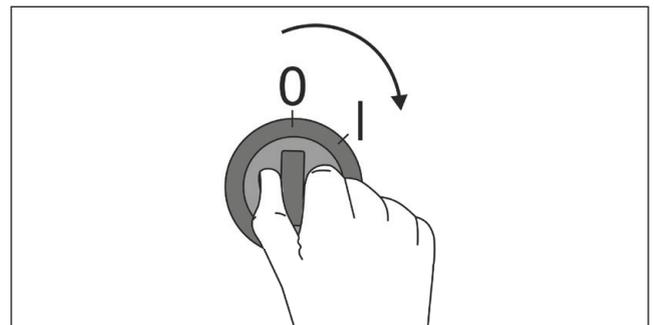

Abb. 13.3
3. Um den Luftkühler zu starten schalten Sie das Gerät ein (Abb. 13.3).